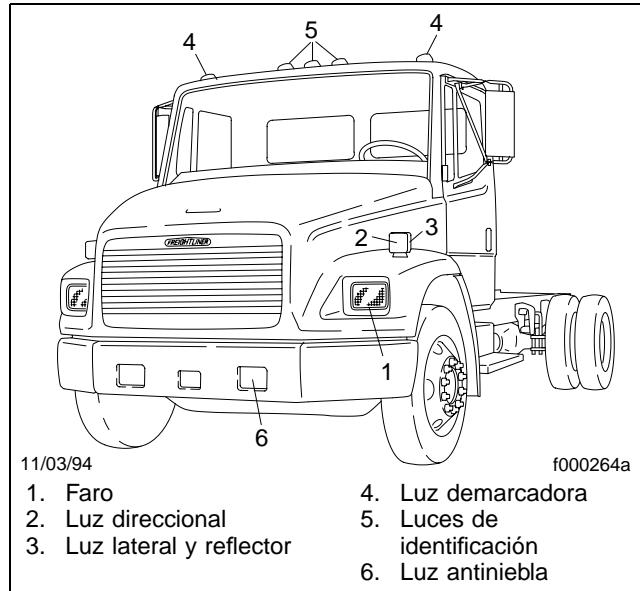

Figura 9.12, Ubicación de las luces exteriores
- Asegúrese de que las luces de freno, las traseras, las laterales, las de neblina (si así está equipado), los faros, las luces direccionalas, las demarcadoras y de identificación estén funcionando y estén limpias. Vea la **Figura 9.12**. Pruebe las luces altas y bajas de los faros.